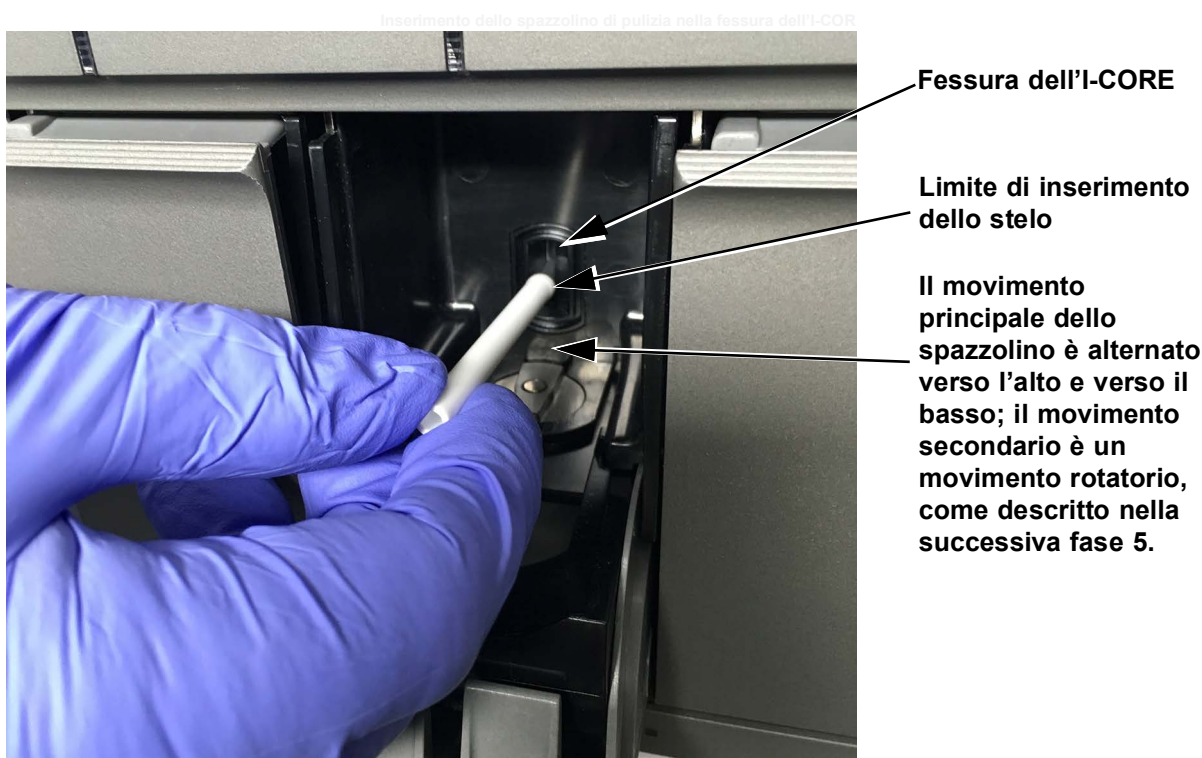

Figura 2-2. Inserimento dello spazzolino di pulizia nella fessura dell'I-CORE
4. Indossando guanti usa e getta, inserire lo spazzolino inclinato nella fessura dell'I-CORE fino al limite di inserimento dello stelo, come illustrato nella Figura 2-2.